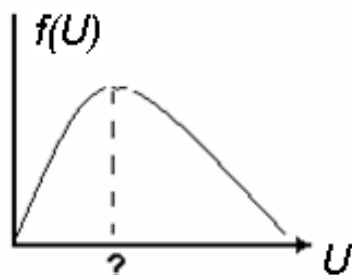

Рис. 13
1. Какая зависимость изображена на графике (рис. 13)? Напишите формулу. Как изменится кривая при увеличении температуры? Что должно быть записано вместо «?»?